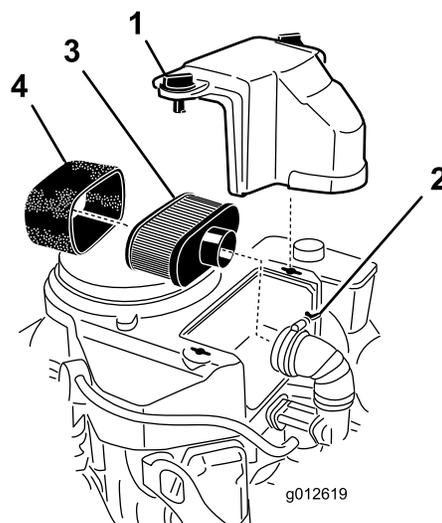

Рисунок 37
3. Очистите зону вокруг воздухоочистителя, чтобы в двигатель не попали загрязнения, которые могут его повредить (Рисунок 37).
4. Ослабьте фиксацию ручек крышки и снимите крышку воздухоочистителя (Рисунок 37).
5. Ослабьте фиксацию хомута шланга и снимите воздухоочиститель в сборе (Рисунок 37).
6. Осторожно снимите элемент из пеноматериала с бумажного элемента (Рисунок 37).
- Осторожно наденьте элемент из вспененного материала на бумажный элемент воздухоочистителя (Рисунок 37).
- Установите воздухоочиститель в сборе на его основание или на шланг и закрепите его (Рисунок 37).
- Установите на место крышку воздухоочистителя и затяните ручку крышки (Рисунок 37).